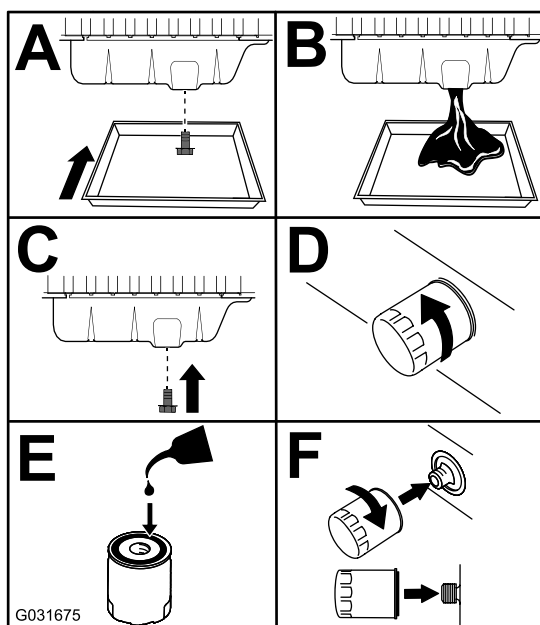

Figura 85
3. Sostituite l'olio motore e il filtro (Figura 85).